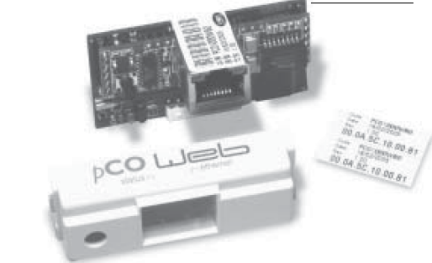

Fig. 1
1. togliere lo sportellino "Serial Card" del KPM30/KPM31 con un cacciavite (Fig. 1);
1. remove the "Serial Card" cover from the KPM30/KPM31 using a screwdriver (Fig. 1);